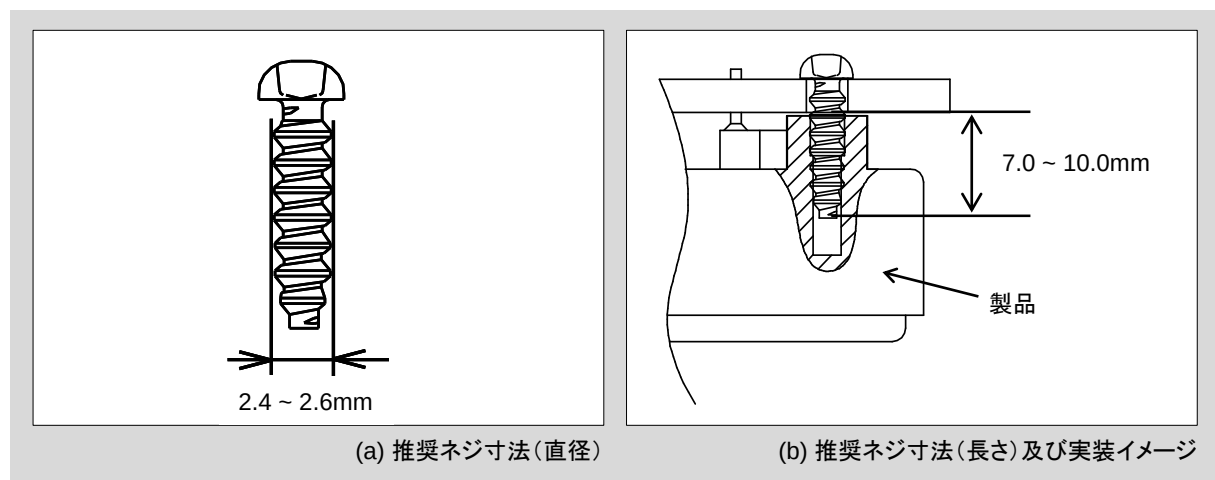

図6. 推奨ネジの寸法及び実装イメージ
1. 製品へのPCBの固定には、セルフタッピングネジを使用して下さい。図6に示すように、直径は2.4～2.6mm、長さはプリント基板の下面から7.0～10.0mmとなるネジをご使用下さい。表3に推奨ネジを示します。